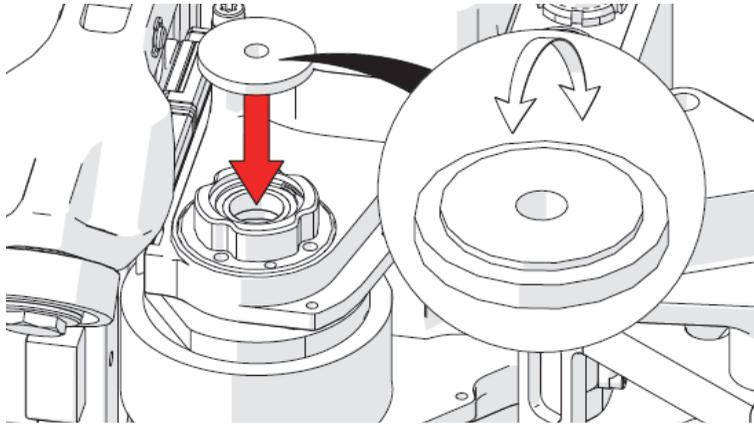

Figure 2-18 Positionnement de la rondelle sur le boîtier de roulement
20. Placez la rondelle de l'extracteur de roue sur le boîtier de roulement retourné, en veillant à ce que l'épaulement de la rondelle soit orienté vers le bas dans le boîtier de roulement (Figure 2-18 à la page 103).